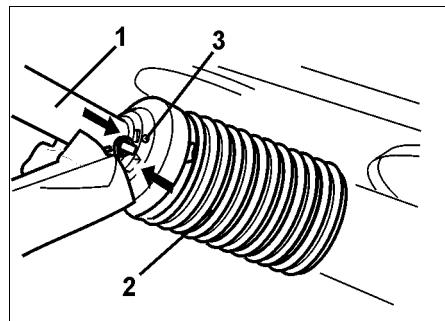

Рис. 23
- Надвиньте половину защиты (Рис. 23/1) и проверните чехол (Рис. 23/2) в монтажное положение.
- Закрутите стопорный винт (Рис. 23/3).